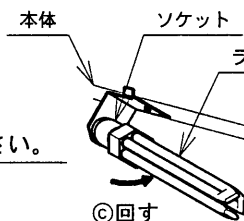

図2
- ②ランプをソケットから図2、3の手順で外してください。
- ③ランプ口金部を持って左側へ約15°回してください。（図2④参照）